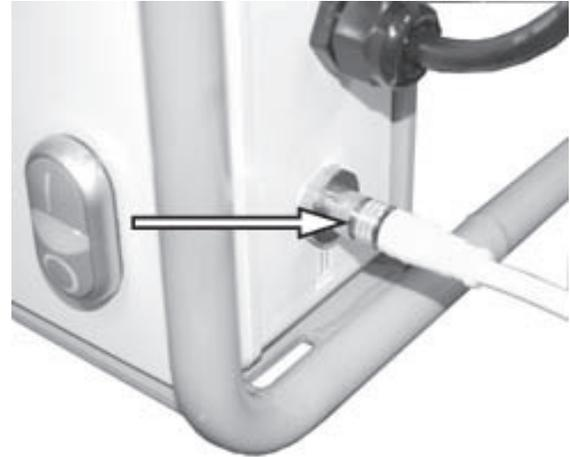

Abbildung 4.
1. Siehe Abbildung 4. Schließen Sie die Motor-Hängesteuerung an.